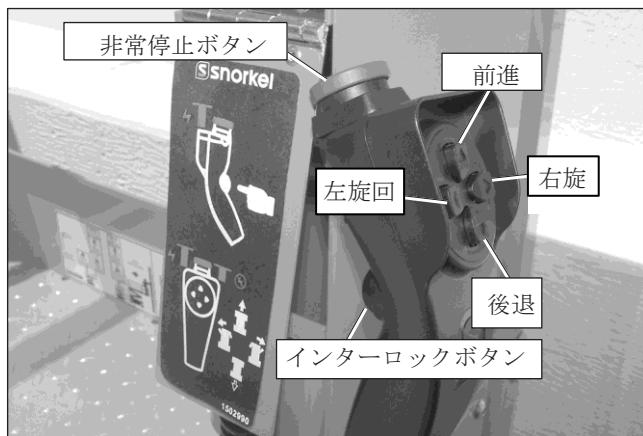

図10.3 - 積み込み操作盤
積み込み操作盤ペンドント（図10.3を参照）は、作業床の手すり上にある上部操作ボックスの下にあります。本機の積み込み時に、走行機能をここから操作できます。
2. 積み込み操作盤は、作業床の右側のゲートを上げてから操作します（図10.3を参照）。
4. 走行スイッチ（図10.3を参照）は押している間だけオンになるメンタリースイッチです。これらのスイッチで左右の前輪を操作して高所作業車を走行させます。
5. ステアリングスイッチ（図10.3を参照）は押している間だけオンになるメンタリースイッチです。これらのスイッチは、2つの前輪を操作して高所作業車の進行方向を制御します。